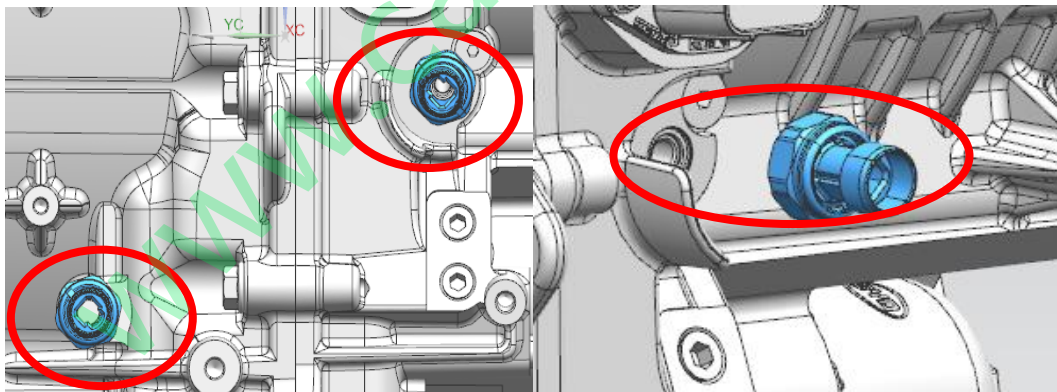

图 15 压力传感器
- (1) 举升车辆，使车辆保持水平。
- (2) 拆卸发动机下护板，按下护板维修手册执行。
- (3) 拔下压力传感器线束端插件。
- (4) 用工具拧下总成上的压力传感器，如图 15 所示。